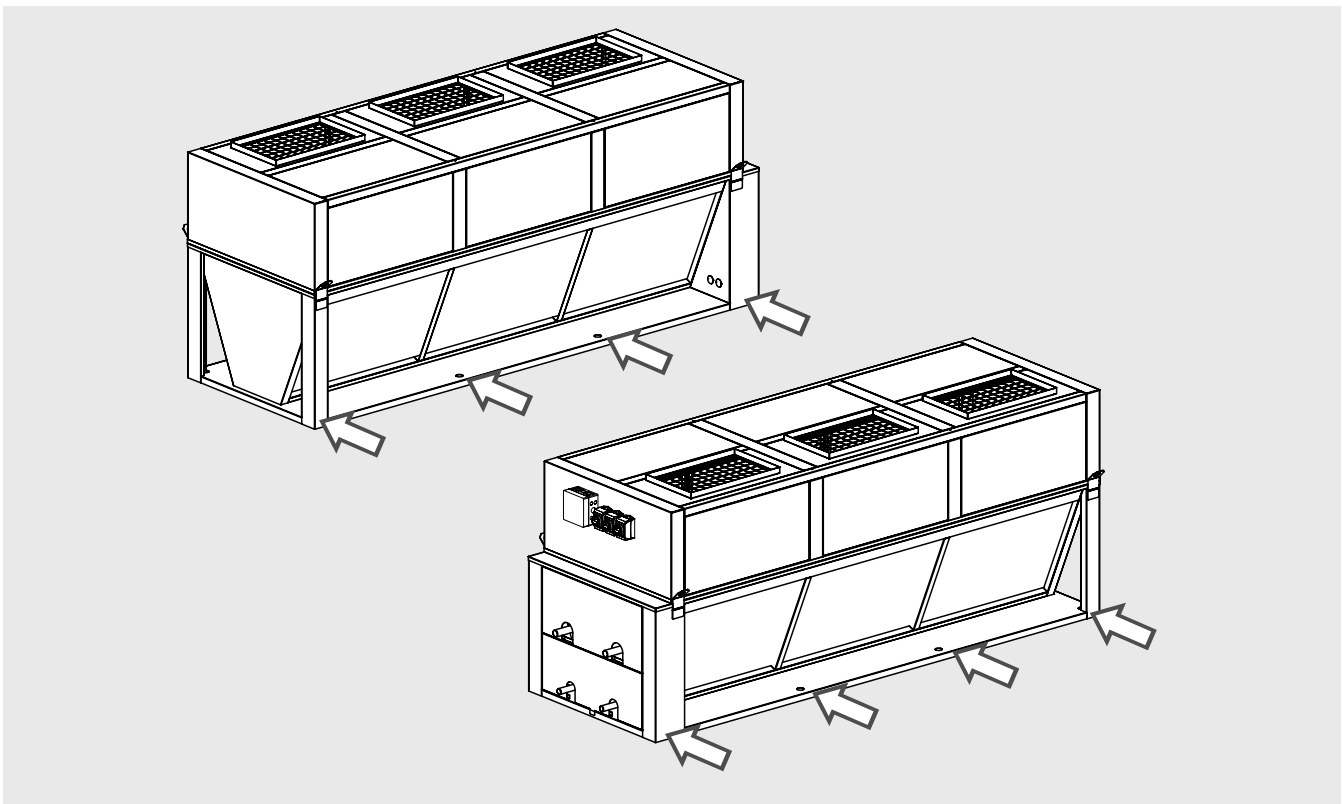

Figura 4
- 6.4 El modelo se debe fijar firmemente a la base de apoyo, utilizar todos los puntos de fijación (véase "Figura 4").